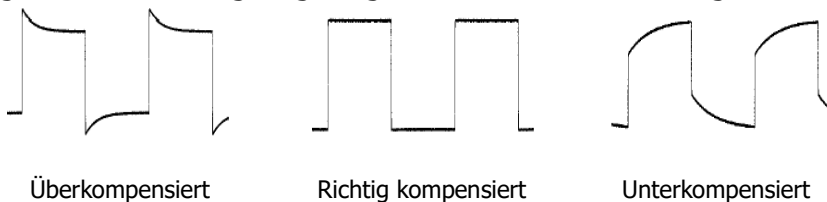

Bild 1-10 Tastkopfkompensation
2. Vergleichen Sie die angezeigte Signalform mit den Darstellungen im Bild 1-10.
3. Verwenden Sie zur Kompensationseinstellung (Abgleichöffnung im Tastkopf) einen nichtmetallischen Schraubendreher. Bei richtiger Kompensationseinstellung wird ein einwandfreies Rechtecksignal (siehe Bild 1-10 Mitte) auf dem Bildschirm dargestellt.